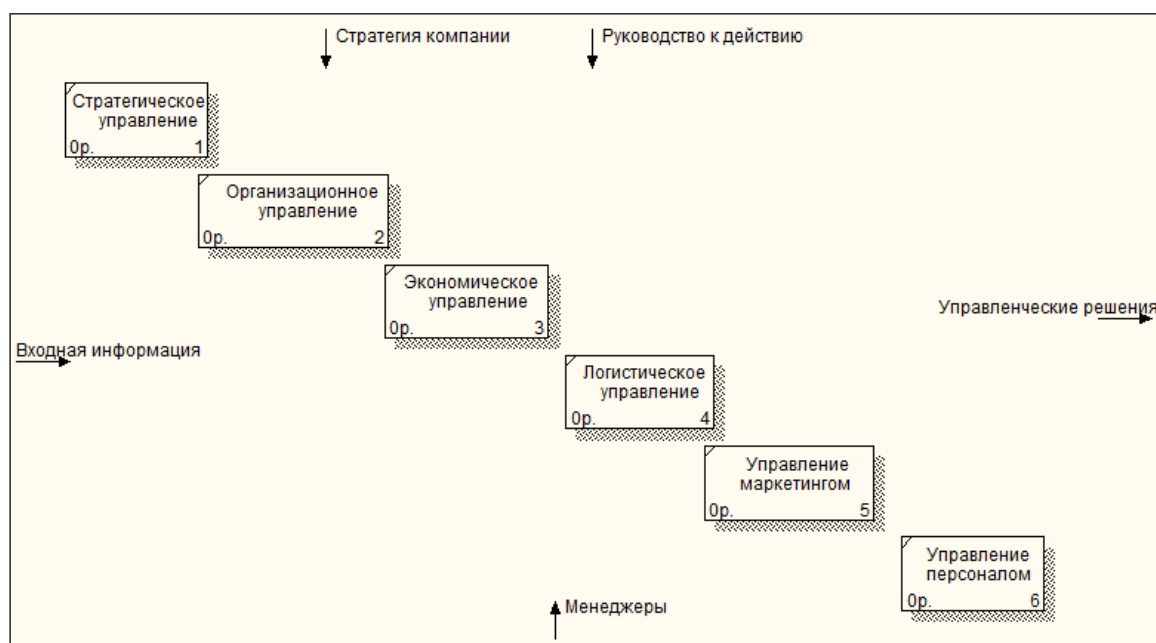

Рисунок 2.2 – Диаграмма декомпозиции A0: начальный этап
3. Автоматически будет создана диаграмма декомпозиции (рисунок 2.2).